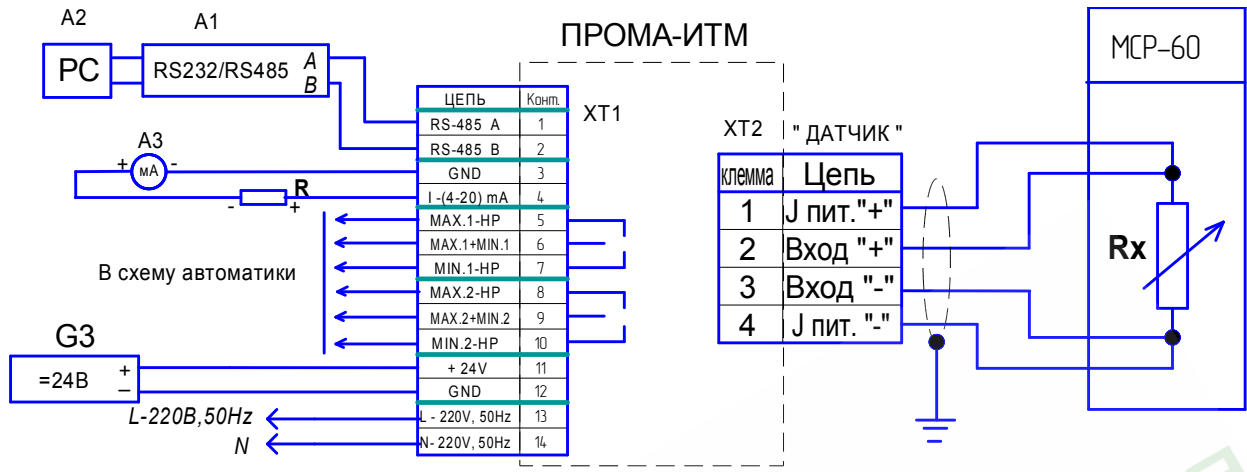
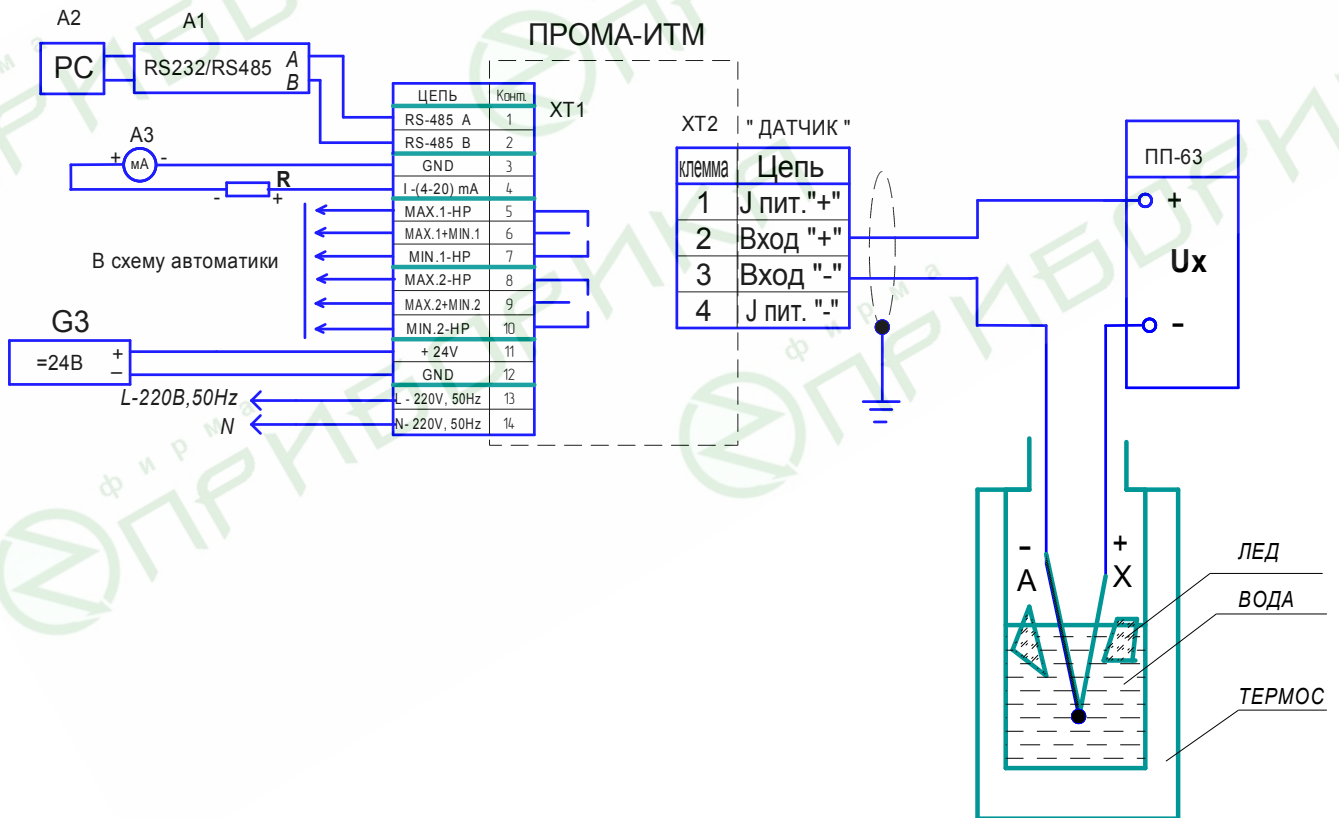
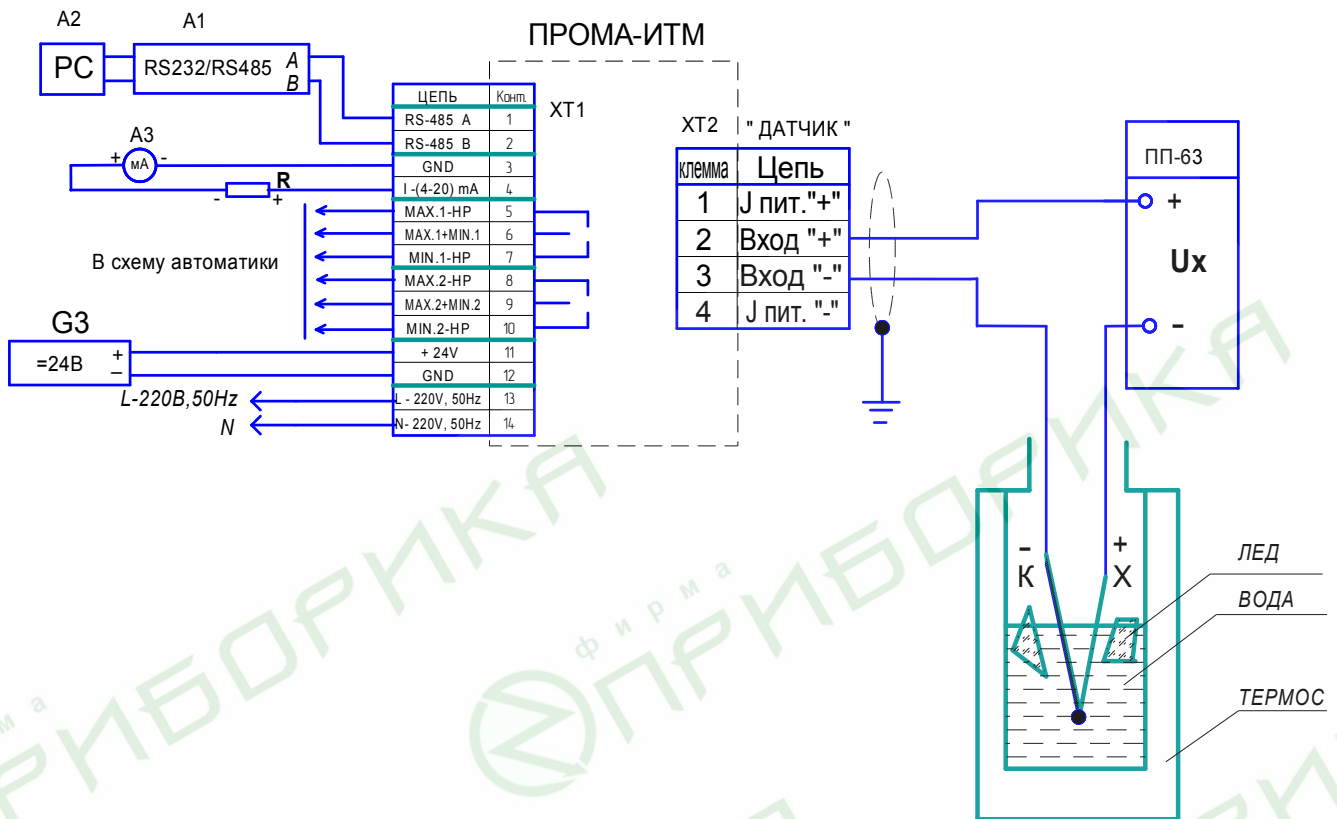

Рис.3. Схема поверки градуировки с термопреобразователем сопротивления.
Рис.4. Схема поверки градуировки с термопарой типа XA (K).
Рис.5. Схема поверки градуировки с термопарой типа ХК (L).
Рис.3а. Внешний вид измерителя ПРОМА-ИТМ-МИ-С-1-Л. Исполнение для установки на трубопровод горячей или холодной воды с рабочим давлением  $P_{\text{р}}$  до 1,6 МПа.
Рис.3б. Внешний вид измерителя ПРОМА-ИТМ-МИ-С-2-Л.
Рис.3с. Внешний вид измерителя ПРОМА-ИТМ-МИ-С-3-L.
Для опробования собрать схему согласно рис.3 (вариант с термометром сопротивления) или рис.4(5) вариант с термопарой.
Для определения погрешности измерения измерителей подключить к его входу вместо датчика магазин сопротивлений в соответствии со схемой подключения рис.3 по 4-х проводной схеме, сопротивления проводов которой должно быть не более 50 Ом. Последовательно устанавливая на магазине значения сопротивлений по ГОСТ 6651-94, соответствующие температурам в контрольных точках выбранного диапазона и НСХ - указанных в таблицах 6 для датчиков ТСМ и в таблицах 7 для датчиков ТСП - зафиксировать показания цифрового индикатора и выходного токового сигнала по миллиамперметру для каждой контрольной точки.
Работа с термоэлектродными преобразователями (термопарами): для определения погрешности измерения приборов ПРОМА-ИТМ подключить к его входу вместо датчика потенциометр в соответствии со схемой подключения рис.4 или рис.5. Подготовить сосуд Дьюара (термос), наполнив его на 1/2 дистиллированной водой и льдом – льдинки должны плавать в воде. В термосе обеспечивается равновесная температура 0 °С. Поместить в термос термопару градуировки ХА (К) или ХК (L) с открытым спаем (опорный спай) - тип спая должен соответствовать градуировке используемой при эксплуатации термопары. Последовательно задавая на потенциометре величины термоЭ.Д.С. по ГОСТ Р 8.585-2001, соответствующие заданным температурам по таблице 8 для НСХ градуировки ХК или по таблице 9 для НСХ градуировки ХА - зафиксировать показания цифрового индикатора и выходного токового сигнала по миллиамперметру для каждой контрольной точки.